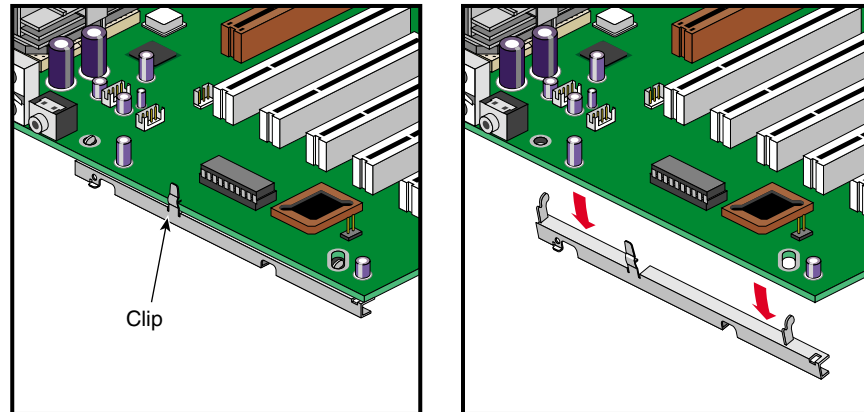

Abbildung 2-22 Abnehmen der Halterung von der Systemplatine
- Um die Halterung von der Systemplatine zu entfernen, lösen Sie den Löseclip und nehmen die Haken der Halterung von der Systemplatine ab. Abbildung 2-22 veranschaulicht das Vorgehen.